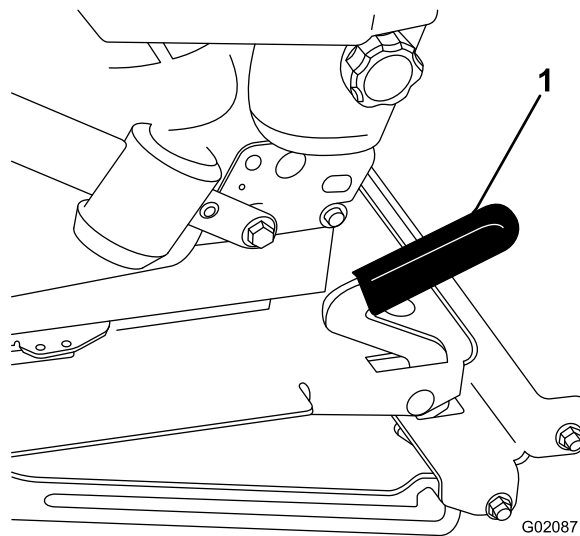

Figura 33
2. Per sbloccare il sedile tirate avanti l'apposito dispositivo di chiusura e sollevate (Figura 33).